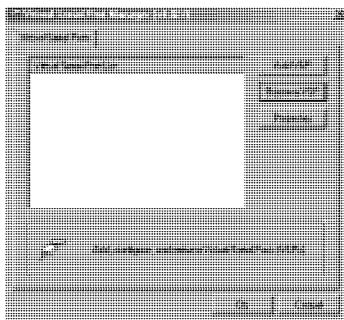

Рис. 9. Окно менеджера виртуального последовательного порта
1. Загрузить и запустить программу Virtual Serial Port Manager⁴ (менеджер виртуального последовательного порта). Появится окно программы (см. рис. 9).